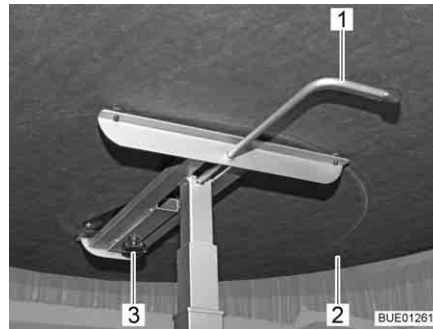

Bild 63 Hubtisch, drehbar
- Rändelschraube (Bild 63,3) lösen.
- Tischplatte (Bild 63,2) in die gewünschte Position drehen.
- Den Verriegelungshebel (Bild 63,1) nach links schwenken. Die Verriegelung des Hubmechanismus ist offen.
- Tischplatte (Bild 63,2) in der Mitte bis zum Anschlag nach unten drücken und gedrückt halten.
- Den Verriegelungshebel (Bild 63,1) nach rechts schwenken (Bild 63). Der Hubmechanismus ist verriegelt.
- Den Verriegelungshebel (Bild 63,1) nach links schwenken. Die Verriegelung des Hubmechanismus ist offen. Die Tischplatte fährt bis zum Anschlag nach oben.
- Den Verriegelungshebel nach rechts schwenken (Bild 63). Der Hubmechanismus ist verriegelt.